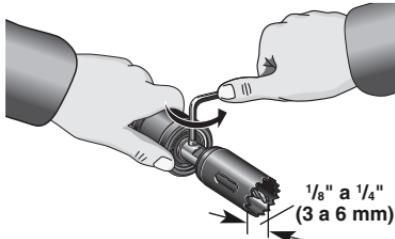

Figura 16 – Instalación de la broca piloto
- Vuelva a colocar en el eje una nueva broca piloto, de manera que la punta sobresalga  $\frac{1}{8}$ " a  $\frac{1}{4}$ " (3 a 6 mm) más allá del borde de la sierra sacabocados. Debe alinear la parte plana del eje con el tornillo de sujeción (Figura 16).